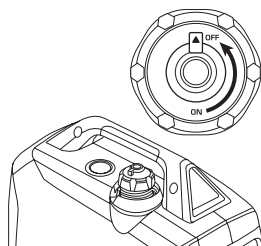

Fig. 8
6. Après l'arrêt, laissez refroidir le générateur et fermer l'évent sur le bouchon du réservoir de carburant (position OFF, fig. 8, lors de l'arrêt du travail sur l'essence).
7. Après l'arrêt, laissez refroidir le générateur et fermer l'évent sur le bouchon du réservoir de carburant (position OFF, fig. 8, pour les modèles KS 2000i S, KS 2000iG S - lors de l'arrêt du travail sur l'essence).